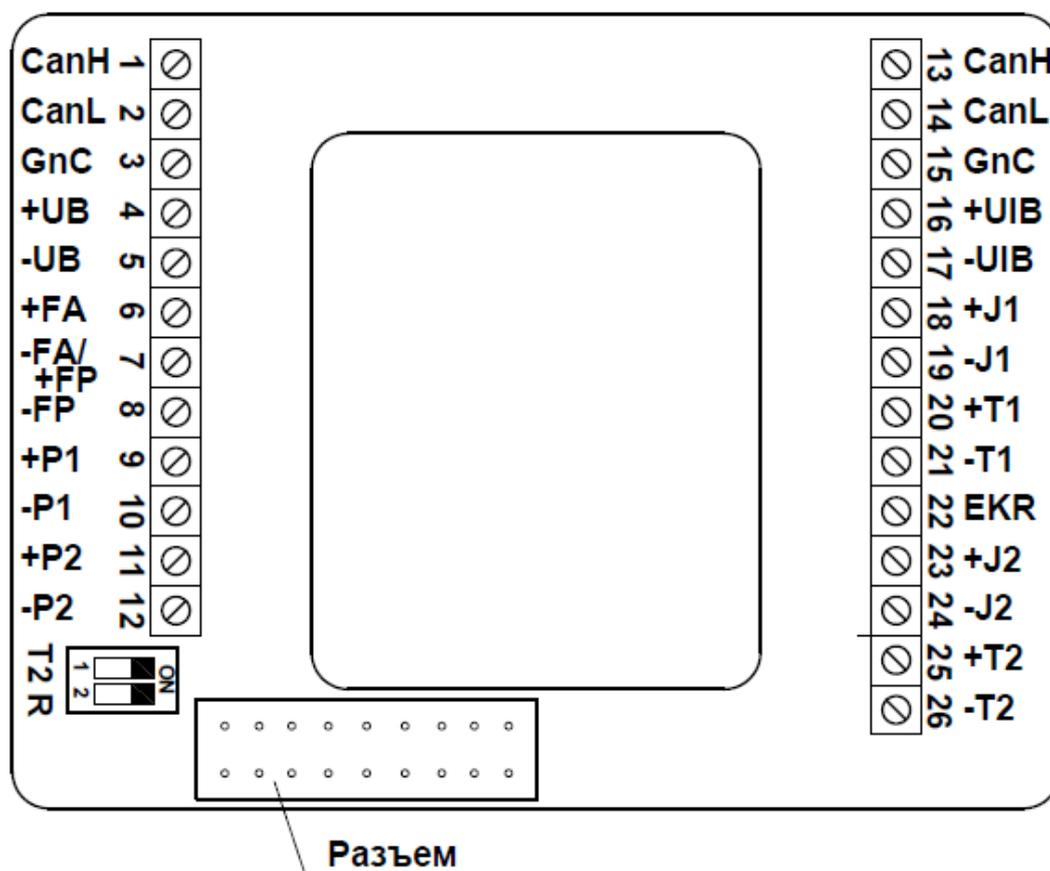

Рисунок 2. Подключение ИБ.
Переключатели согласования линии цифровой связи (R) и переключатель выключения канала 2 датчика температуры (T2) установлены на плате коммутации ИБ (плате электромонтажных подключений ИБ), которые находятся на внутренней стороне крышки ИБ, называемой платформой подключения ИБ (рисунок 2.).